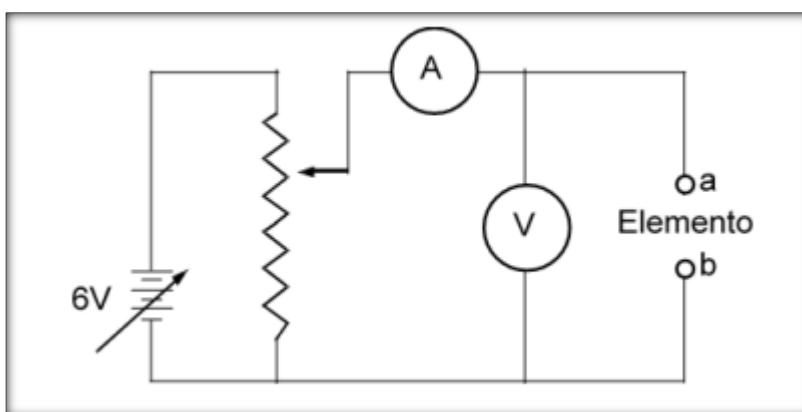

Figura 18. Disposición del circuito con los instrumentos de medición eléctrica
Paso2.- Arme el circuito como se muestra en la figura 18 y regulando la fuente para que entregue 6V.